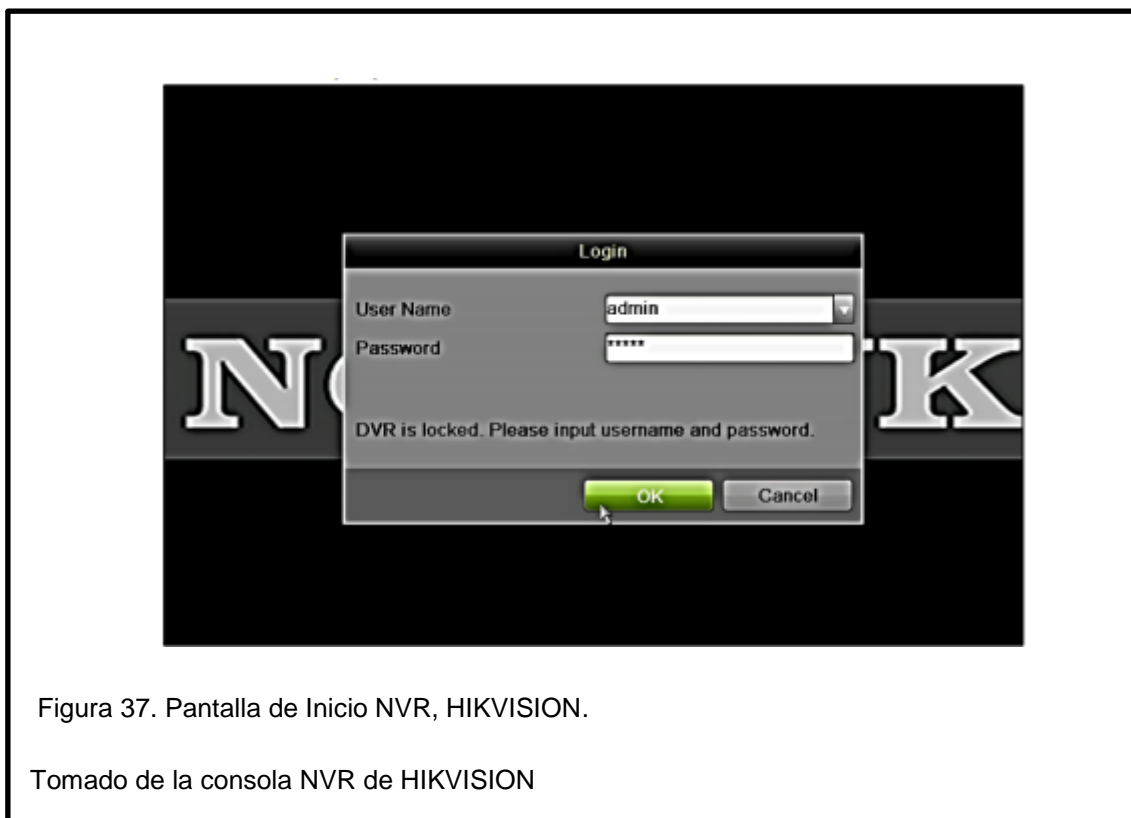

Figura 37. Pantalla de Inicio NVR, HIKVISION.
5. Una vez haya arrancado la configuración inicial la consta de parámetros básicos como es la fecha y hora se deben establecer valores actuales, el NVR se iniciara automáticamente hasta que la pantalla de credenciales se muestre como se ve en la figura 37, donde en un principio el usuario es 'admin' y su clave es '1234'; se recomienda cambiar esta clave por seguridad.